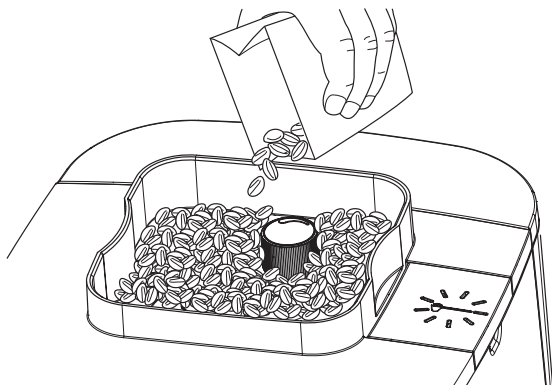

Fig. 4: Remplir le réservoir à grains
- Assurez-vous toujours qu'il y a suffisamment de grains dans le réservoir (Fig. 4).